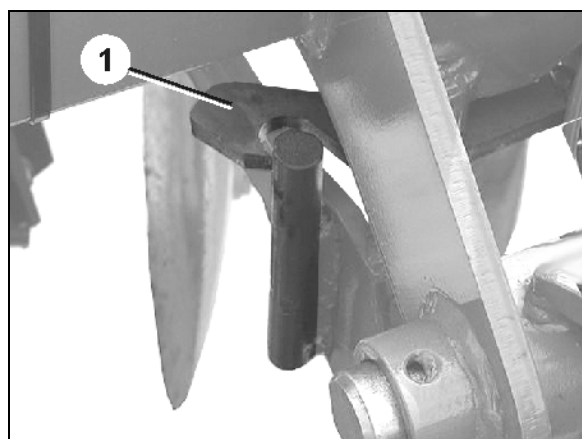

Fig. 27
- Skålrekkene låses i transportstilling ved hjelp av låsekroker (Fig. 27/1) på begge sider.
- Låsekrokene løsner skålrekkene (Fig. 27/1).